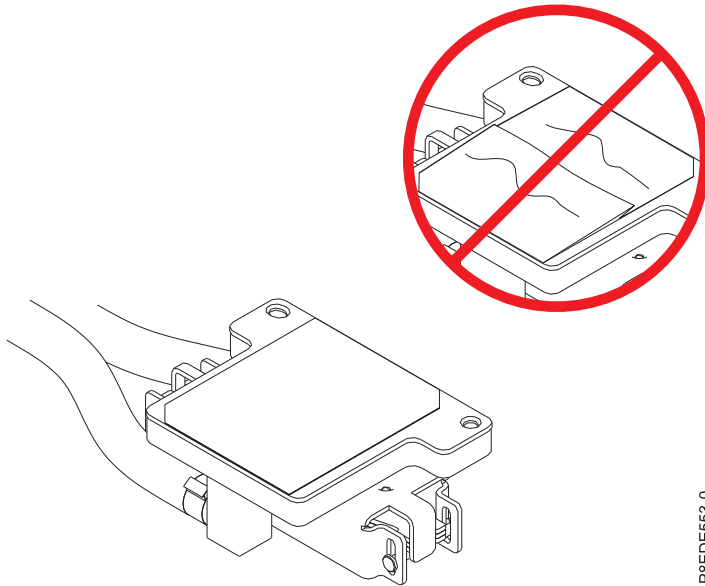

Figure 39. Inspection du matériau d'interface thermique
5. Inspectez le matériau d'interface thermique au bas de la plaque de refroidissement. Voir figure 39, à la page 39. Utilisez les critères suivants lors de l'inspection du matériau d'interface thermique :